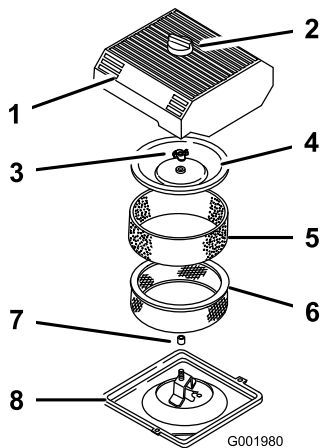

图34
3. 清洁空气滤清器的周围，防止灰尘进入发动机并导致损害（图34）。
4. 松开空气滤清器盖上的旋钮，取下滤清器盖（图34）。
5. 小心将泡沫滤芯滑出纸质滤芯（图34）。
6. 拧下护罩螺母，取下护罩和纸质滤芯（图34）。
1. 小心将泡沫滤芯滑落到纸质空气滤清器滤芯上（图34）。
3. 安装护罩螺母，用手指拧紧护罩（图34）。
4. 安装空气滤清器盖和旋钮（图34）。